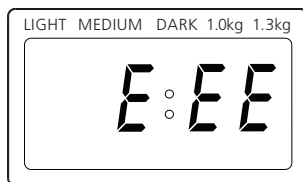

Fig. 2
2. Si **E:EE** aparece luego de presionar el botón **START/STOP** (ver la fig. 2 abajo), se ha desconectado el circuito sensor de temperatura. Haga que un técnico autorizado inspeccione el sensor.